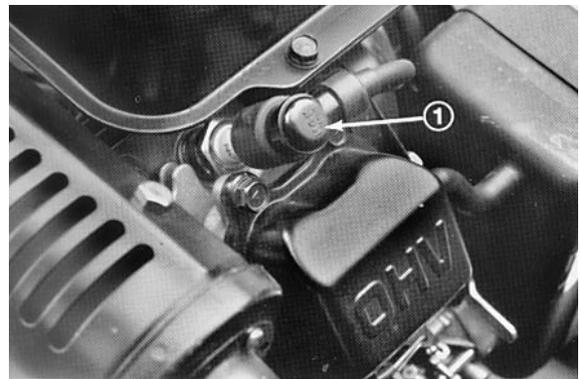

Figure 25
2. Nettoyer la surface autour de la bougie et enlever la bougie de la culasse (Fig. 25)